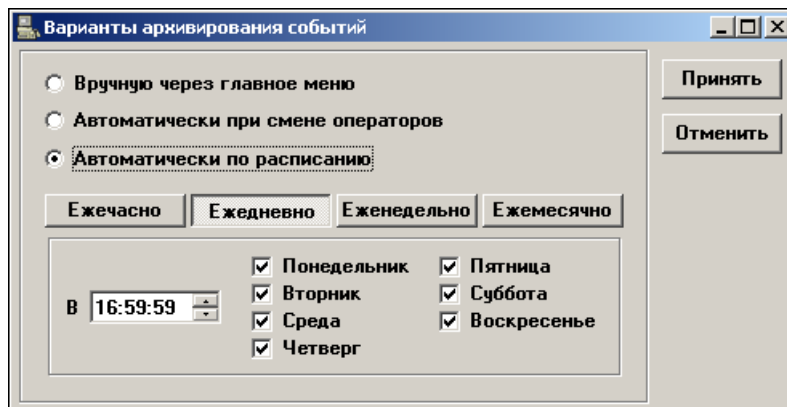

Рисунок 23.
- ежедневно в отмеченные дни в определённое время (рисунок 23),